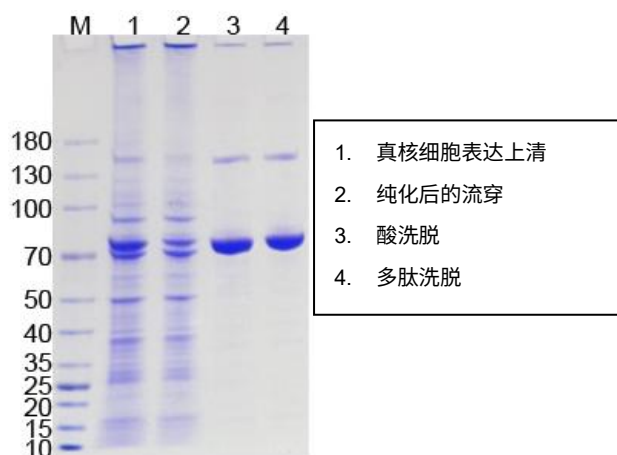

图 2.真核表达样本通过 Anti-DYKDDDDK HC Affinity Beads 纯化的 SDS-PAGE 电泳图
②真核蛋白纯化：
- 6) 对洗脱产物进行 SDS-PAGE 电泳，结果请见图 2。